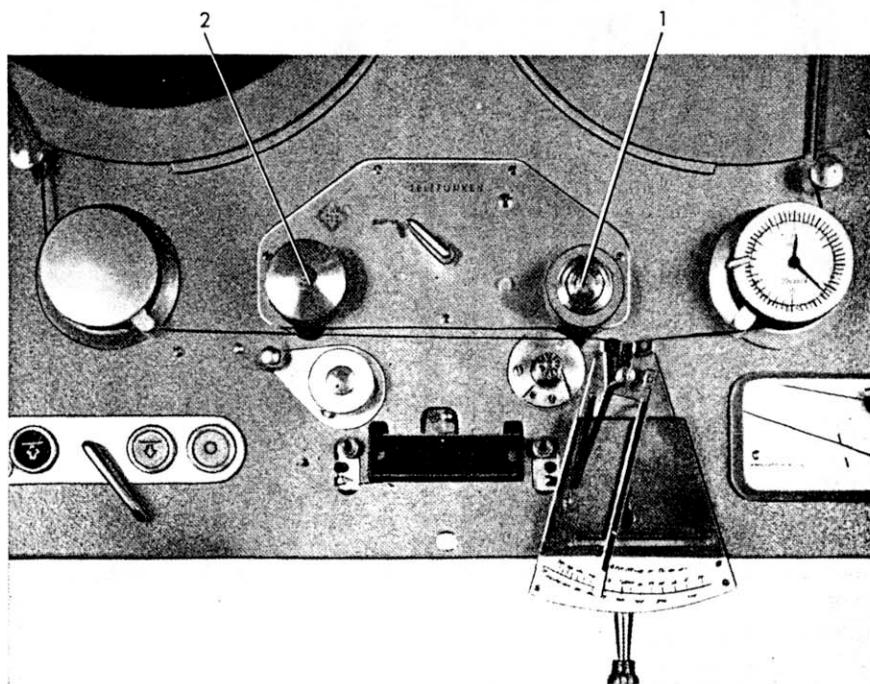

Bild 3: Andruckkräfte der Gummirollen (Pos. 1 u. 2, siehe Seite 13) und Bandzugmessung hinter Tonwelle, siehe Seite 17
- 3.1.3 **GUMMIANDRUCKROLLE TONWELLE;** siehe Bild 3; Pos. 1. Eine Bindfadenschlinge wird unterhalb der Rolle um die Achse gelegt und eine eingehängte Federwaage in Richtung Wickelmotorachse ausgezogen. Bei gezogenem Magneten darf der Abstand zwischen Gummiandruckrolle und Tonwelle nicht mehr als **3 mm** betragen; sonst wird die Feder überlastet.
- 3.1.4 **GUMMIANDRUCKROLLE-FILTERWELLE;** siehe Bild 3; Pos. 2
Nach erfolgter Einstellung Exzenterhülsen durch Spannschraube festziehen (sichtbar in Bild 3; Pos. 1).
#### **BANDZUGE HINTER TONWELLE** (siehe Bild 3)